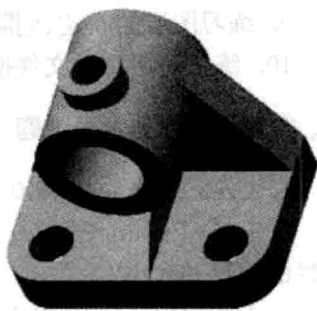

图 1-4 零件模型
5. 打开光盘中的练习文件“ep1-4.prt”,如图 1-4 所示。练习更改模型的显示方式和使用鼠标完成三维模型的缩放、平移、旋转等操作;观察旋转中心 3D 的打开和关闭对于图形操作的影响。